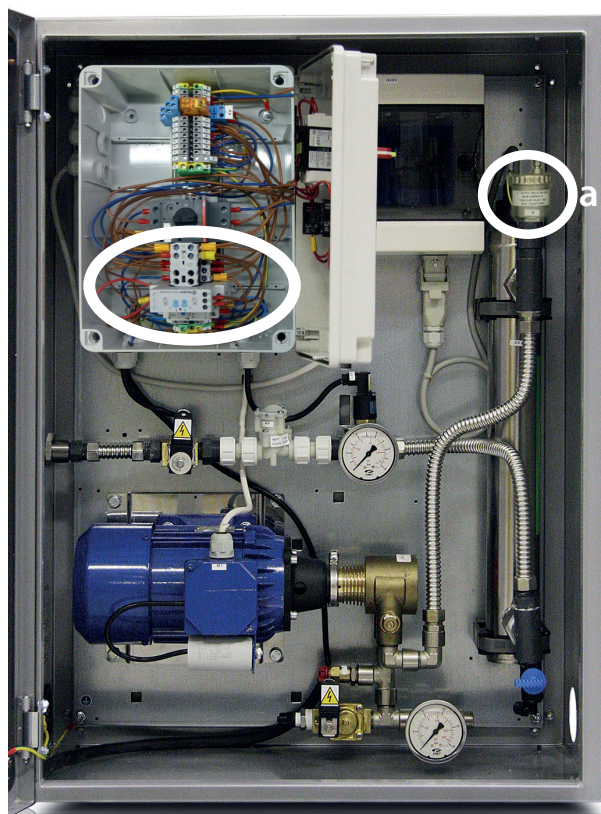

Fig. 5.a
9. assicurarsi che l'interruttore del magnetotermico salvamotore Q sia in posizione "1" (Fig. 5.a);
Nota: per qualche secondo, al momento dell'avviamento della pompa, possono fuoriuscire dalla valvola di drenaggio alcune gocce d'acqua (rif. "a" Fig. 5.a).